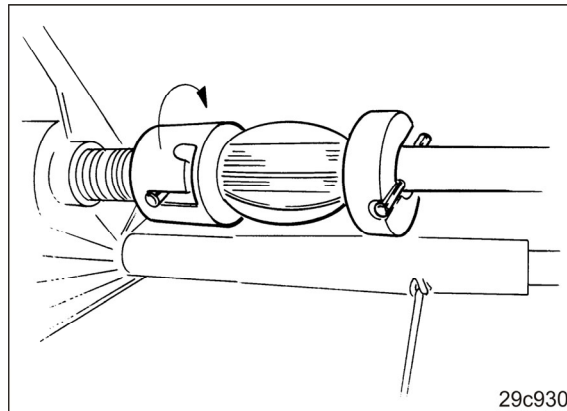

Fig. 200
1. Activer la moitié gauche de l'arbre de distribution (Fig. 200).